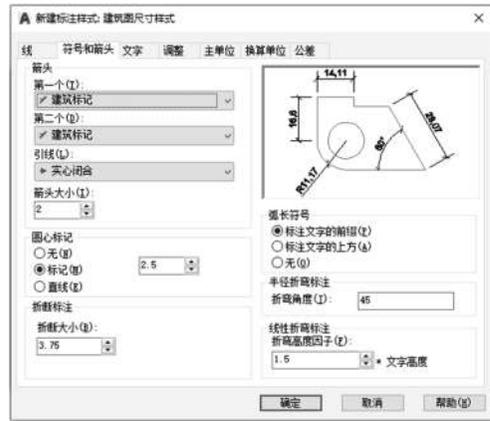

图 1-100 【符号和箭头】选项卡内的设置结果
- ①在【箭头】选项组，单击“第一个”、“第二个”箭头样式下拉列表，选择“建筑标记”。
- ②在“箭头大小”文本框内，设置箭头“大小”为“2”。
- 此时，【符号和箭头】选项卡内的设置结果如图 1-100 所示。